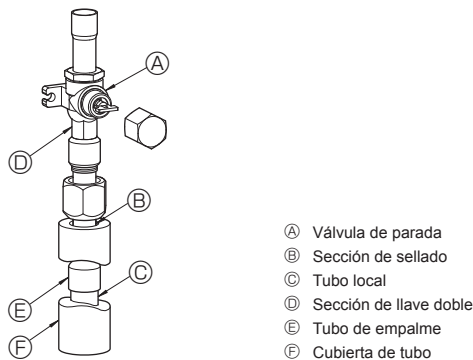

Fig. 4-3
- ③ Utilice el siguiente procedimiento para conectar el tubo del lado de gas. (Fig. 4-3)